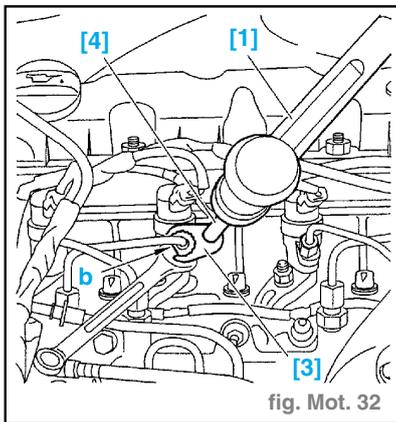

fig. Mot. 32
- le raccord (9) à  $2 \pm 0,2$  daN.m,
- le raccord (10) à  $2 \pm 0,2$  daN.m ; appliquer un contre-couple en «a».
- Appliquer un contre-couple en «b». (fig. Mot. 32)
- les grains d'appuis (8),
- les joints (6) (neufs),
- les bagues d'étanchéité (7) (neuves),
- les injecteurs Diesel (5),
- les brides (9),
- les cuvettes (10),
- les écrous (14) (neufs),
- Serrer les écrous (11) à **3 daN.m.**